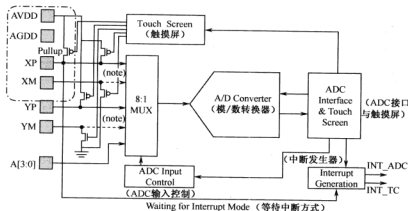

图 14-1 S3C 2440 处理器 ADC 功能图
S3C 2440 处理器 ADC 功能图如图 14-1 所示，其中，虚线框中是与触摸屏有关的功能模块，初学时可以不考虑，学完 ADC 基本实验后，再看触摸屏部分即可。
从图 14-1 中可以看出，ADC 共有 8 路模拟输入，其中 XP、XM、YP 和 YM 是触摸屏使用的 4 路，剩下的 3 路模拟输入 A[0:3] 可以用于一般的 ADC 输入通道。
- 中断法：转换完成后，产生 ADC 中断信号，如图 14-1 中的 INT_ADC 信号。